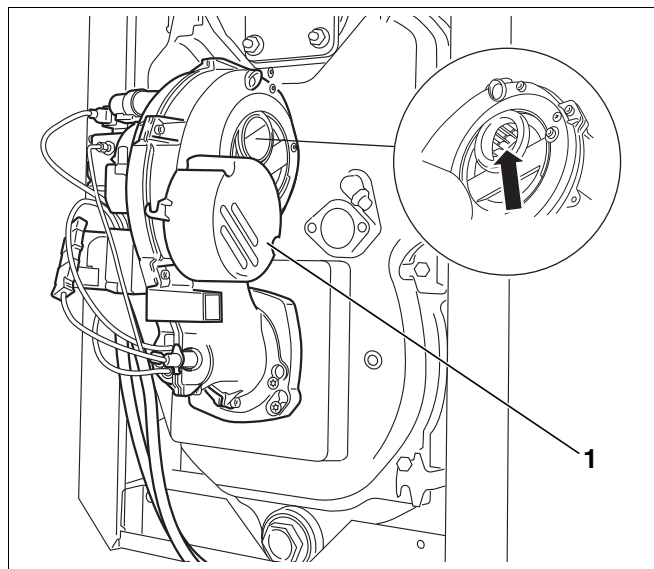

Рис. 24 Проверка крыльчатки вентилятора
- Глушитель на всасывании повернуть вниз (Рис. 24, поз. 1).
- Проверить загрязнение крыльчатки вентилятора (Рис. 24).